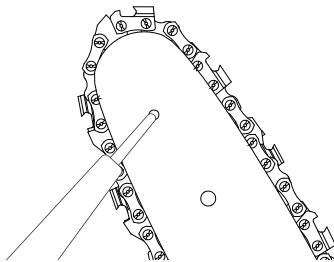

Abb. 31
2. Führen Sie die Spitze einer Fettpresse in das Schmierloch ein und spritzen Sie das Fett ein, bis es an der Außenkante der Ritzelspitze erscheint. (Abb. 31)